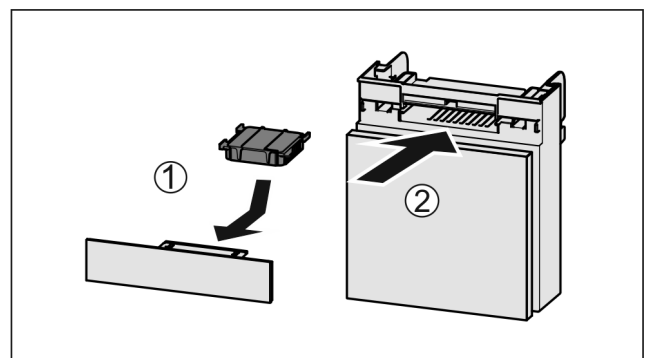

Fig. 119
- ▶ Aktivkohlefilter nach Abbildung einsetzen Fig. 119 (1).
► Fach einschieben *Fig. 119 (2)*.